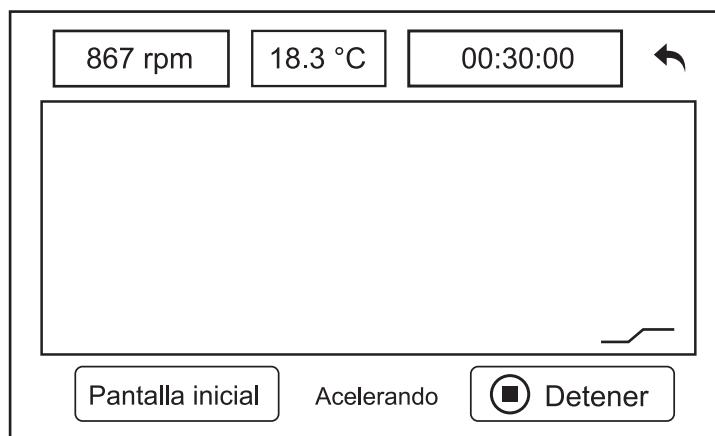

Figura 14.
d) La centrífuga comenzará a funcionar según los parámetros configurados. Al pulsar el botón “**Gráfica**”, se mostrará la interfaz de curvas, como se muestra en la Figura 14. Seleccione “**Detener**” en caso parar el proceso.